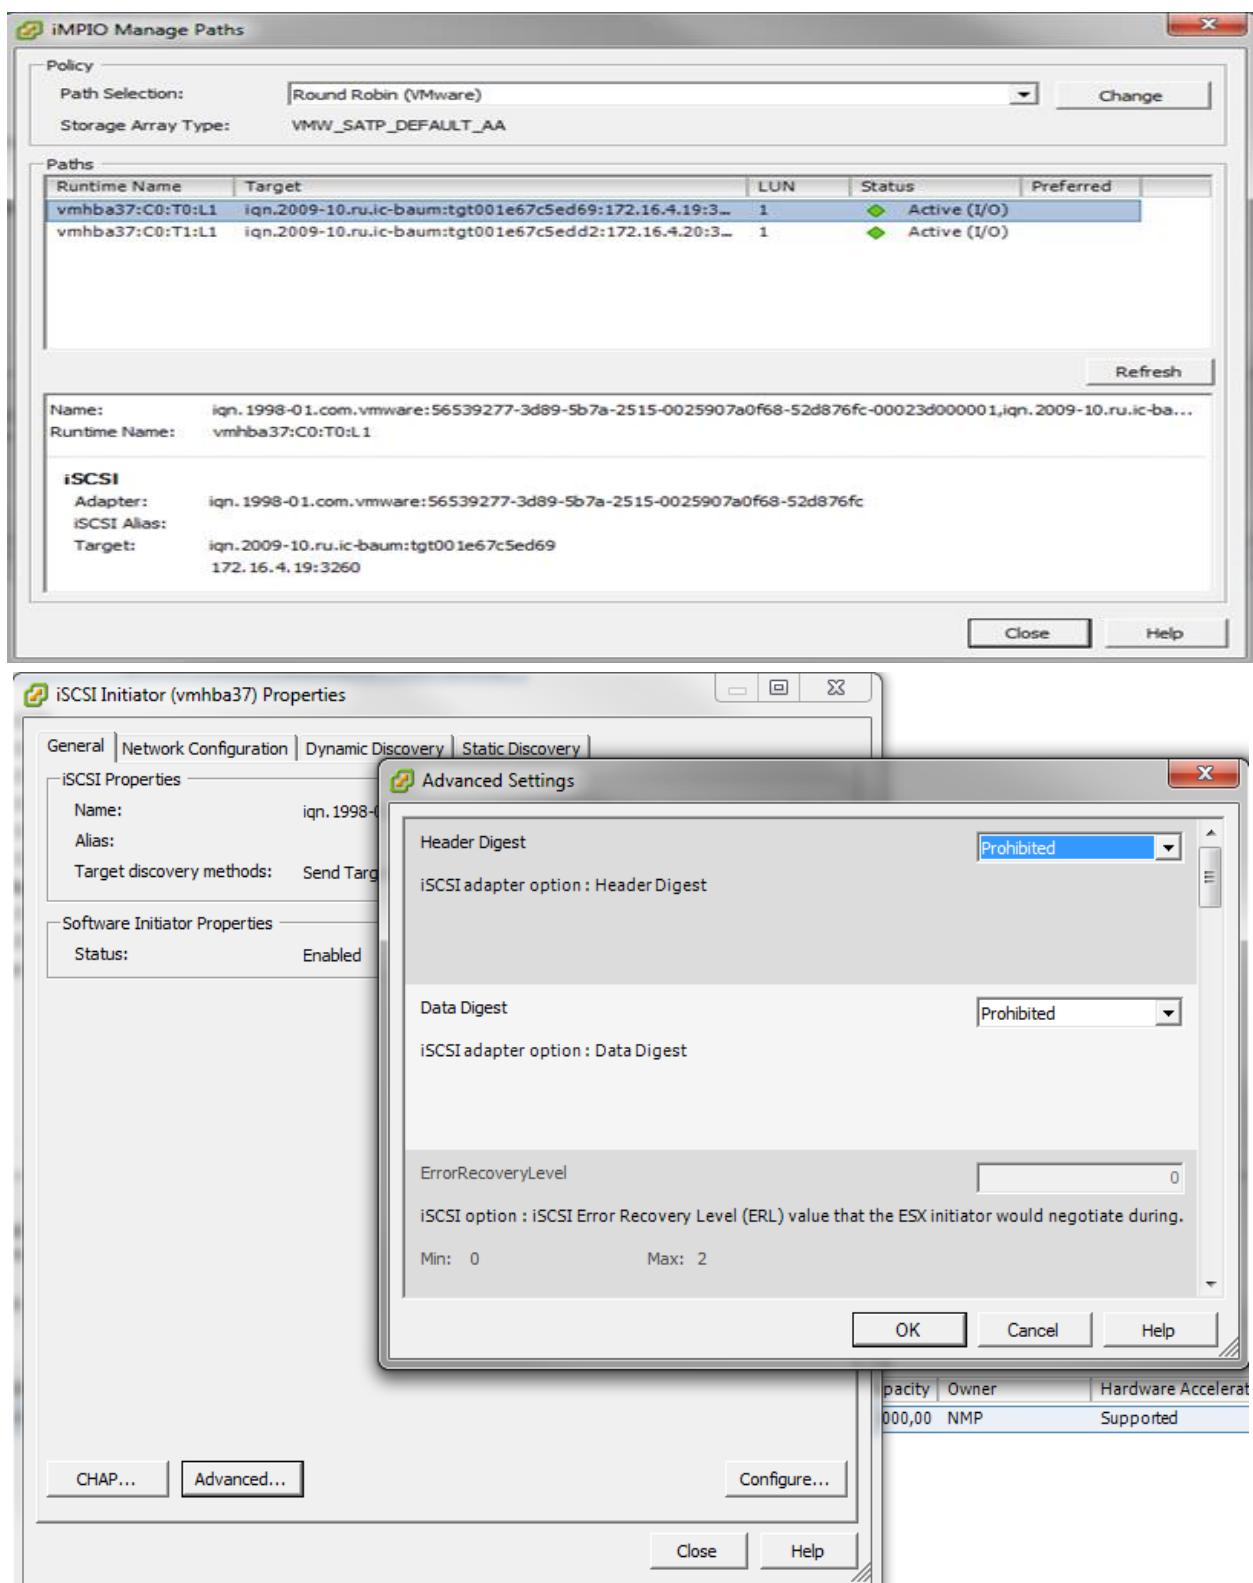

Рисунок 115 – Настройка MPIO
3. Выполните настройку MPIO (см. Рисунок 115).